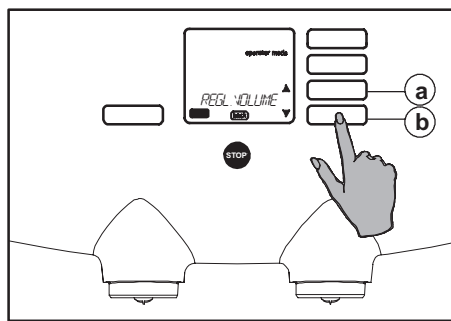

Fig. 69 Menu de sélection RÉGL. VOLUME
3. Utilisez les boutons de défilement $\updownarrow$ (fig. 69 a ou b) jusqu'à ce que l'option "RÉGL. VOLUME" apparaisse à l'écran.